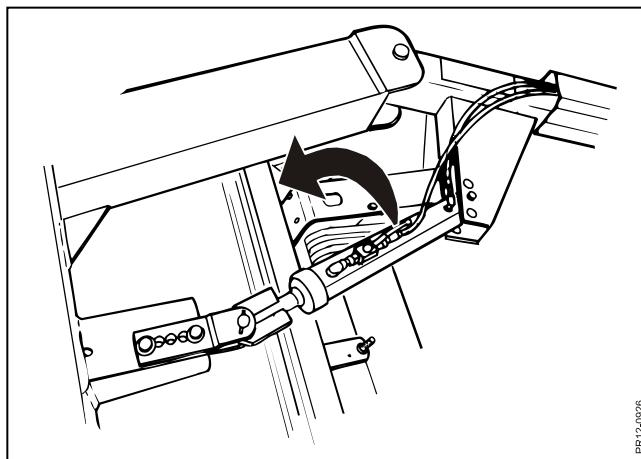

Fig. 2-9
**Fig. 2-9** Efter at maskinen er drejet om i transportstilling, skal kuglehanen ved cylinderen for trækstangen lukkes. Dette skal gøres i tilfælde af slangebrud eller utilsigtet brug af hydraulikudtag under transport, så maskinen ikke svinger ud mod arbejdsstilling under transport. Bevæg håndtaget på kuglehanen, i pilens retning, som vist på figuren for at lukke for oliestiflørslen.